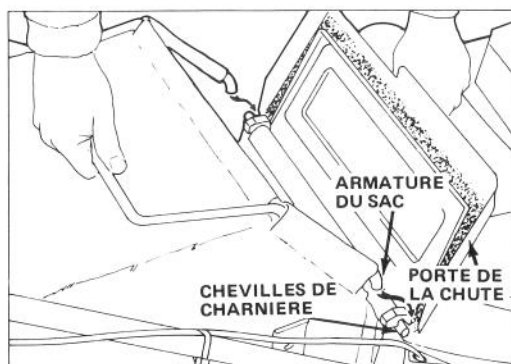

Figure 2
6. Pour installer le sac à herbe, levez la porte de la chute et accrochez l'armature du sac sur les chevilles de charnière (Fig. 2). Laissez le sac reposer sur le carter de la tondeuse par-dessus l'ouverture de la chute. Fermez la porte et veillez